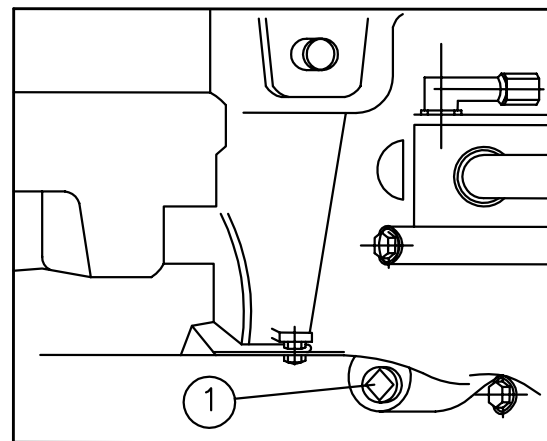
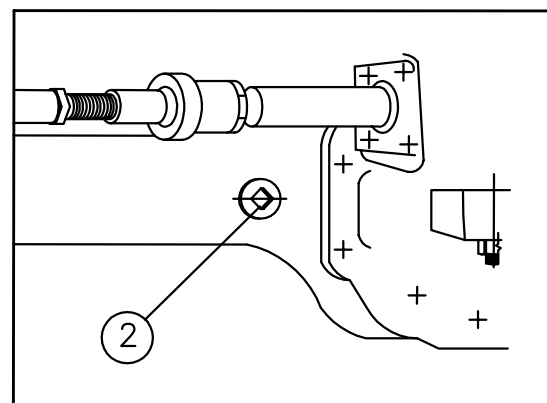

Fig.5-27
Fig.5-28
Kućište osovine Fig. 5-27
Odvrtite čep ① (Fig.5-27) kada ulje prestane da izlazi i dopunite svežim uljem kroz otvor 2 (Fig.5-28) do nivoa otvora.
Vratite čep nazad ② (Fig. 5-28).